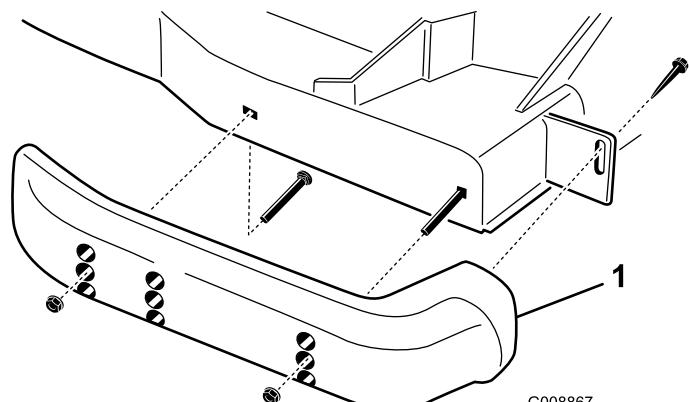

Figure 29
1. Desserrez la vis à l'avant de chaque patin (Figure 29).
- Retirez les boulons à embase et les écrous de chaque patin (Figure 29).